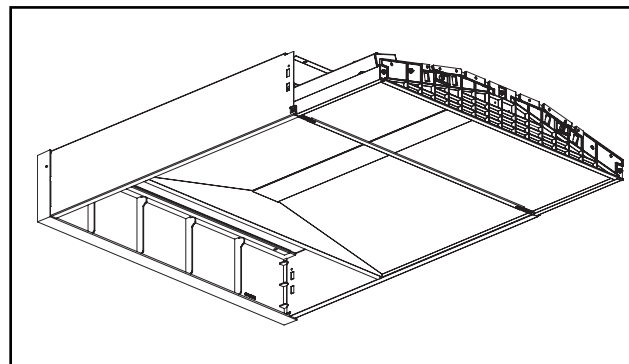

Figure 3.
3. Introduisez le deux tiers du luminaire dans la trousse de montage à la surface. (Soulevez le luminaire et faites-le glisser le long de la trousse de montage à la surface pour éviter d'endommager les loquets du cadre de porte). Effectuez toutes les connexions électriques conformément au code local (voir figure 3).